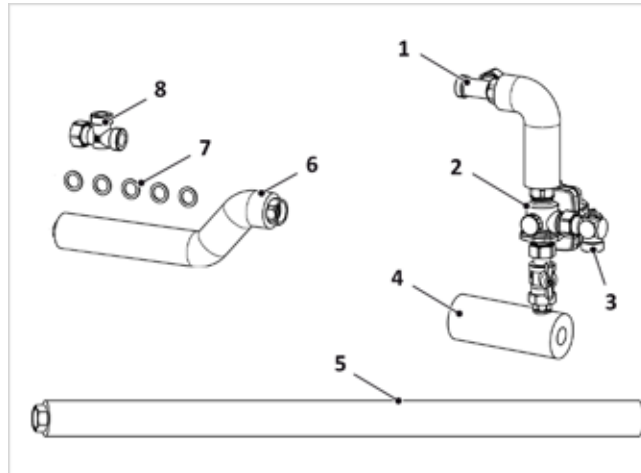
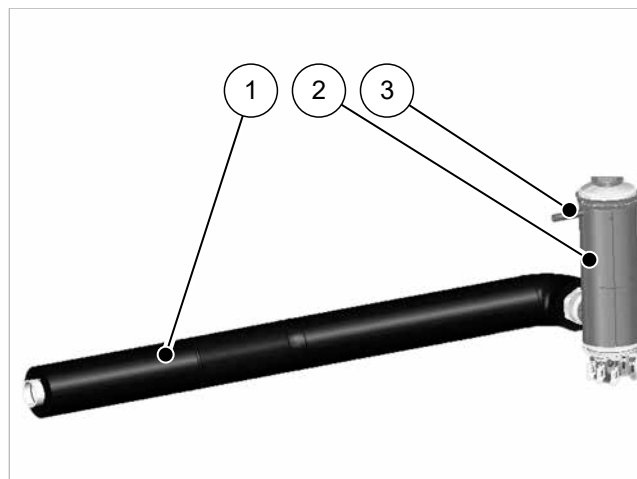

Fig. 12: Paquete de montaje de válvula de 3 vías LM WP
Fig. 17: Cartucho calefactor con tubo de avance BC
En la combinación de SolvisMax Solo con SolvisMia o SolvisLea Eco, el cartucho calefactor suministrado (HPT) debe integrarse también en el avance de la bomba de calor en el módulo de carga WP-SL-VSG. Este "Paquete de montaje LM WP-SL HPT" (→ fig. 17) sustituye aquí al "tubo de conexión WP-VL", véase → fig. 12 (5).